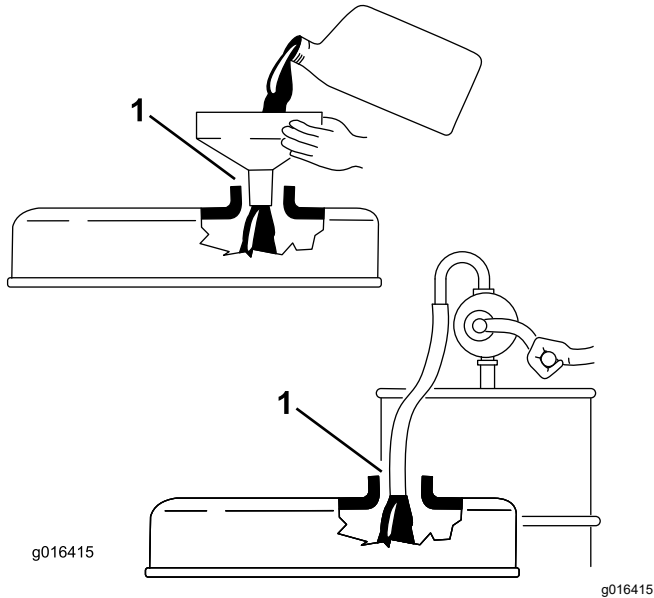

図 32
**重要** エンジンオイルを補給するときには、ディップスティックを抜いておいてください。エンジンオイルを補給する時には、補給口とジョウゴなどの間に必ず図 32に示すようなすき間が必要です。これは補給の際に通気を確保し、オイルがブリーザ内部に侵入しないようにするためです。